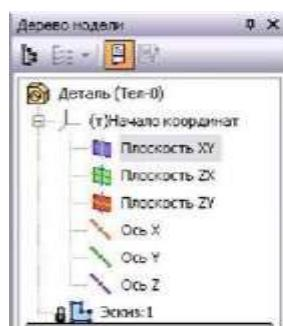

Рисунок 7.21 - Дерево модели
- 1) Выбрать для эскиза *Плоскость XY* (*Дерево модели* – рисунок 7.21). Вычертить прямоугольник с произвольными параметрами так, чтобы точка *Начало координат* находилась внутри прямоугольника как на рисунке 7.22.